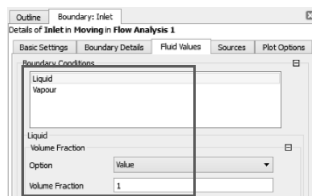
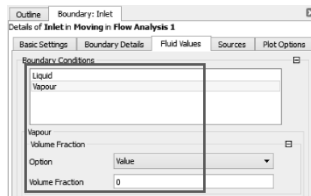
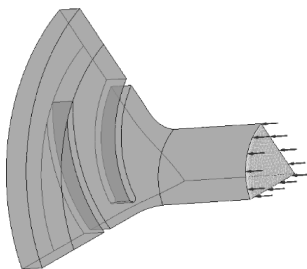

图 11-50 入口边界 Liquid
图 11-51 入口边界 Vapour
图 11-52 入口边界位置
(3) 在流体值【Fluid Values】中的边界条件【Boundary Conditions】为水流体【Liquid】的溶剂比【Volume Fraction】为 1, 水流体【Vapour】的溶剂比【Volume Fraction】为 0, 其他为默认, 单击【OK】确定, 如图 11-50、图 11-51 所示, 入口边界位置区域如图 11-52 所示。